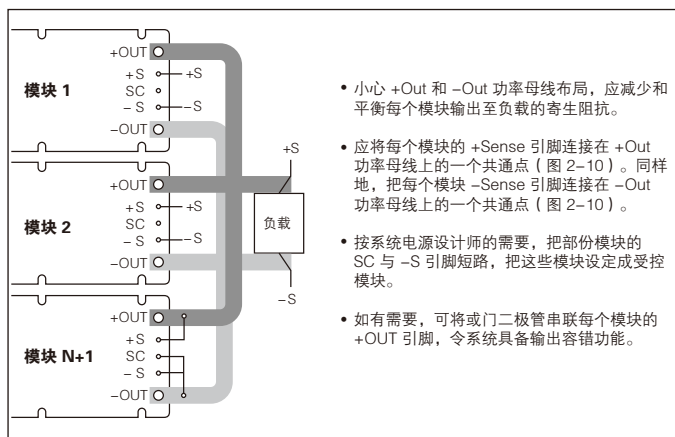
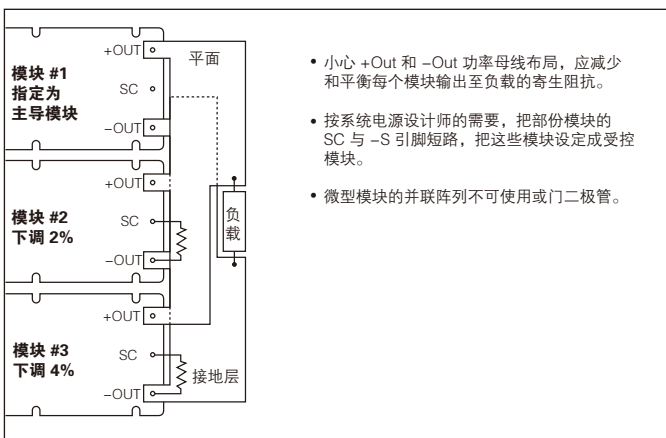

图 2-9 — N+1 模块阵列输出引脚连接法 (全型和小型模块)
图 2-11 — 并联模块阵列输出连接 (微型模块)
**并联操作 (PR 引脚)** PR 引脚是负责并联的，利用 PR 引脚可以组成 N+1 或 N+M 冗余阵列，增大输出功率，如果将相同型号模块的 PR 引脚适当地连接，便可以实现均流。图 2-9 和 2-10 所示为全型和小型模块的连接方法，图 2-11 所示为微型模块阵列的连接方法。如应用中包含两个或以上的微型模块，必须设定其中一个为主导模块，方法是通过交错下调每个随后模块的输出电压至少 2%，或者通过将 SC 引脚与负输出引脚相连，将系统中余下的微型模块设定为受控模块。